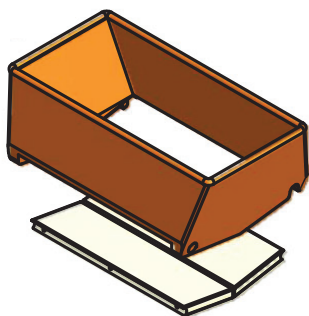

Bild 05: Skopa med påfyllningsdörrar
- Torka av och desinficera kylskåpet och skopan (se bild 05) med en trasa.